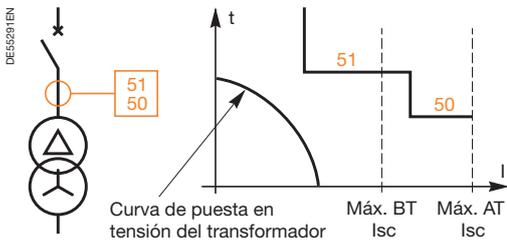

Fig. 96. Protección de máxima intensidad del transformador.
- Una unidad de protección de máxima intensidad instantánea (ANSI 50) (fig. 96) enlazada con el disyuntor situado en el circuito primario del transformador proporciona protección contra los cortocircuitos violentos. Se define un umbral de corriente más alto que la corriente debido a los cortocircuitos del bobinado secundario y se asegura así la selectividad amperimétrica.